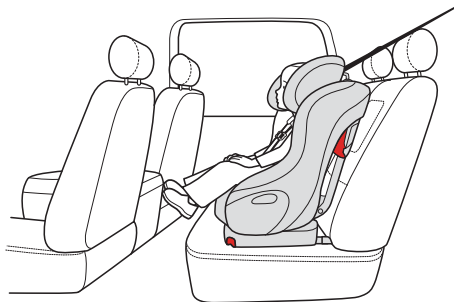

Figure 3
- Le haut des oreilles de l'enfant DOIT être sous la partie supérieure de l'appui-tête du siège d'auto, tel qu'illustré dans la **Figure 3**. Si le haut des oreilles de l'enfant dépasse la partie supérieure de l'appui-tête de ce siège d'auto dans sa position la plus haute, l'enfant est alors trop grand pour ce siège d'auto.